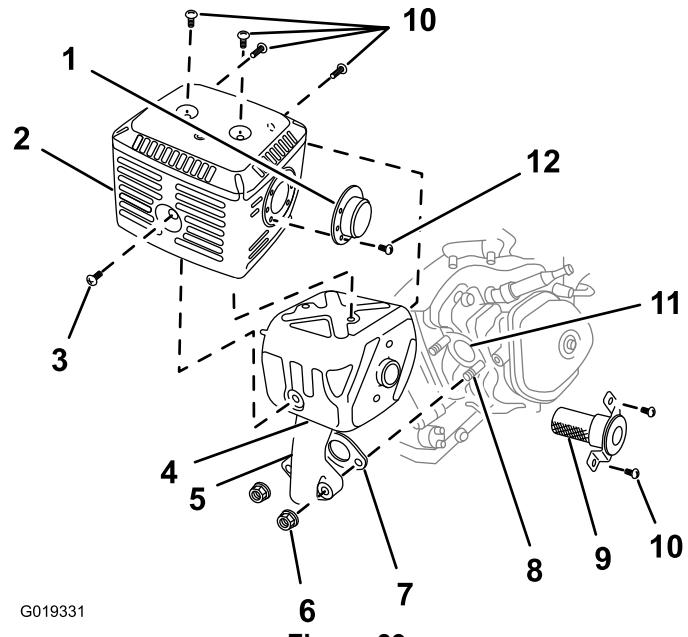

Figure 39
- Retirez les 2 écrous (8 mm) et déposez le silencieux du cylindre (Figure 39).
- Retirez les 3 vis (4 mm) du déflecteur d'échappement et déposez le déflecteur (Figure 39).
- Retirez les vis (5 mm et 6 mm) du protecteur du silencieux, et déposez le protecteur (Figure 39).
- Retirez les vis (4 mm) du pare-étincelles et déposez celui-ci du silencieux (Figure 39).